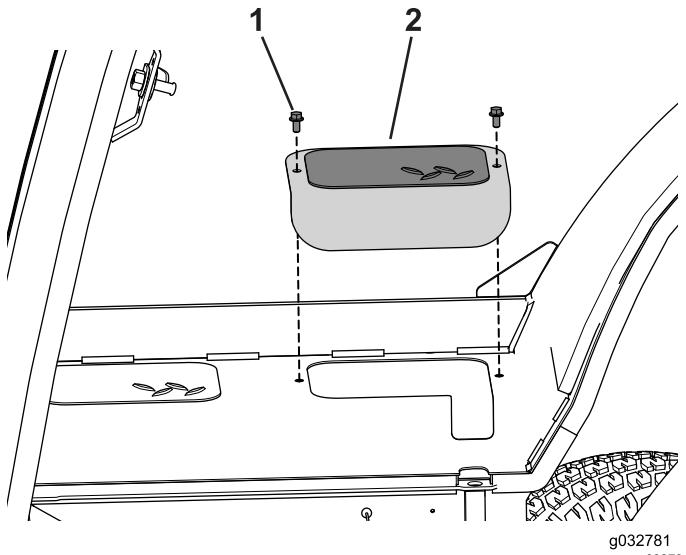

Figure 66
- Retirez les 2 boulons qui fixent le couvercle d'accès de chaque côté de la machine et mettez-les de côté (Figure 66).
7. Enlevez la barre de levage et reposez le couvercle d'accès que vous avez mis de côté auparavant (Figure 66).